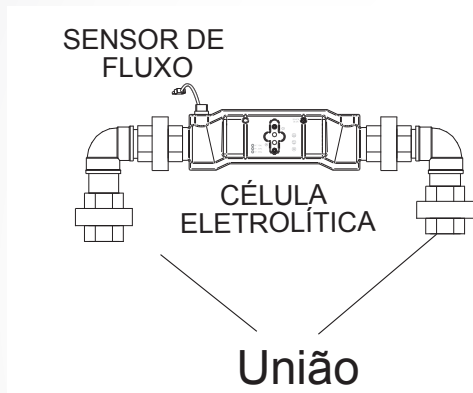

Figura 7
3. Instale uniões tanto na entrada como na saída da cuba da célula eletrolítica a fim de facilitar sua remoção em caso de manutenção, conforme **figura 7**.